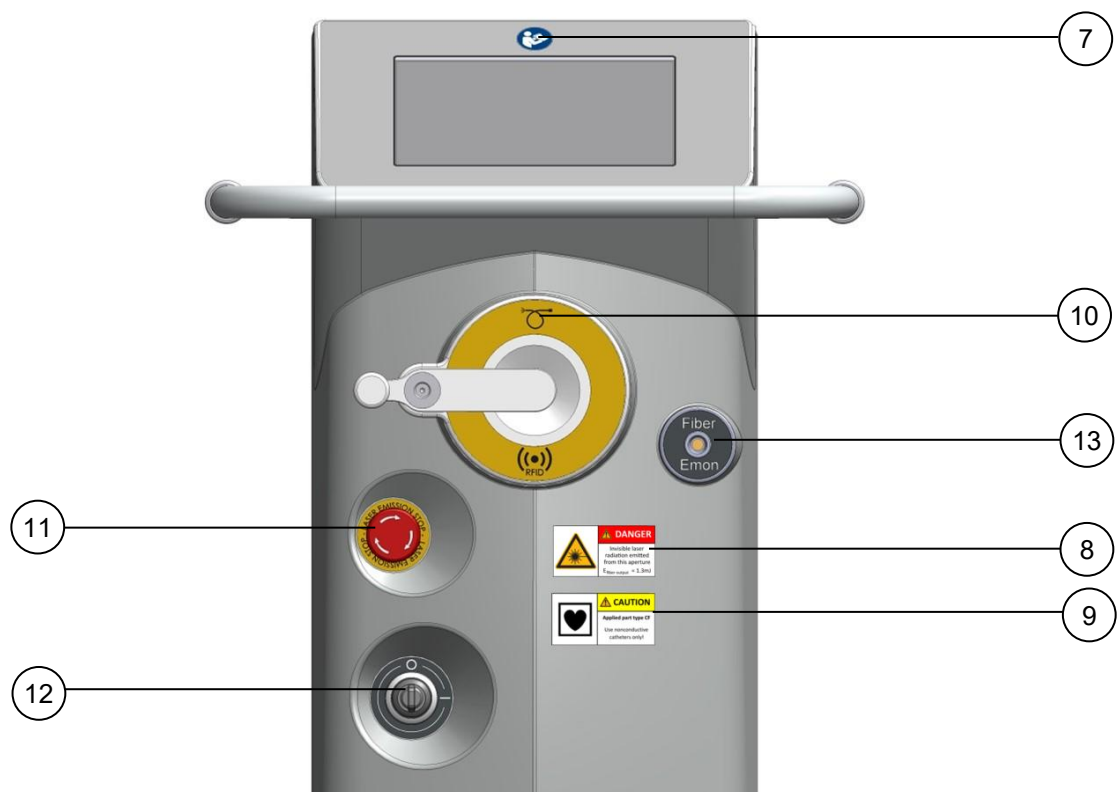

Fig. 2-2: Vedere din față
7.	Urmați instrucțiunile de utilizare. Eticheta este situată pe partea din față a laserului, deasupra panoului tactil (a se vedea Fig. 2-2).
8.	Semnul de identificare cu avertizare laser avertizează cu privire la emisia de radiații laser la această poziție. Eticheta este situată pe partea din față a laserului, în apropierea fantei de emisie a fasciculului laser (a se vedea Fig. 2-2).
9.	Parte aplicată de tip CF, protejată împotriva defibrilării Pot fi atașate numai fibre de tip CF. Pot fi utilizate numai catetere neconductive. Eticheta poate fi găsită sub conexiunea corespunzătoare de pe panoul frontal (a se vedea Fig. 2-2).
10.	Conectarea fibrei. Eticheta poate fi găsită deasupra conexiunii corespunzătoare de pe panoul frontal (a se vedea Fig. 2-2).  Simbol pentru identificarea prin radiofrecvență.  Aplicator de fibre optice
11.	Identificarea opririi emisiei laser. Eticheta este situată pe partea din față a laserului (a se vedea Fig. 2-2).
12.	Afișajul poziției pentru comutatorul cu cheie. O = "OFF" I = "ON" Eticheta este situată pe partea din față a laserului (a se vedea Fig. 2-2).
13.	Monitor de energie pentru fibră. Eticheta este situată pe partea din față a laserului (a se vedea Fig. 2-2).